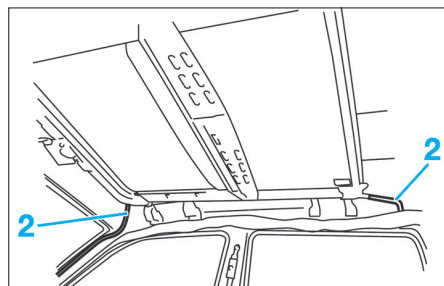

FIG. 58
- Débrancher les durits (2) d'évacuation d'eau situés au quatre angles du toit (Fig.58).